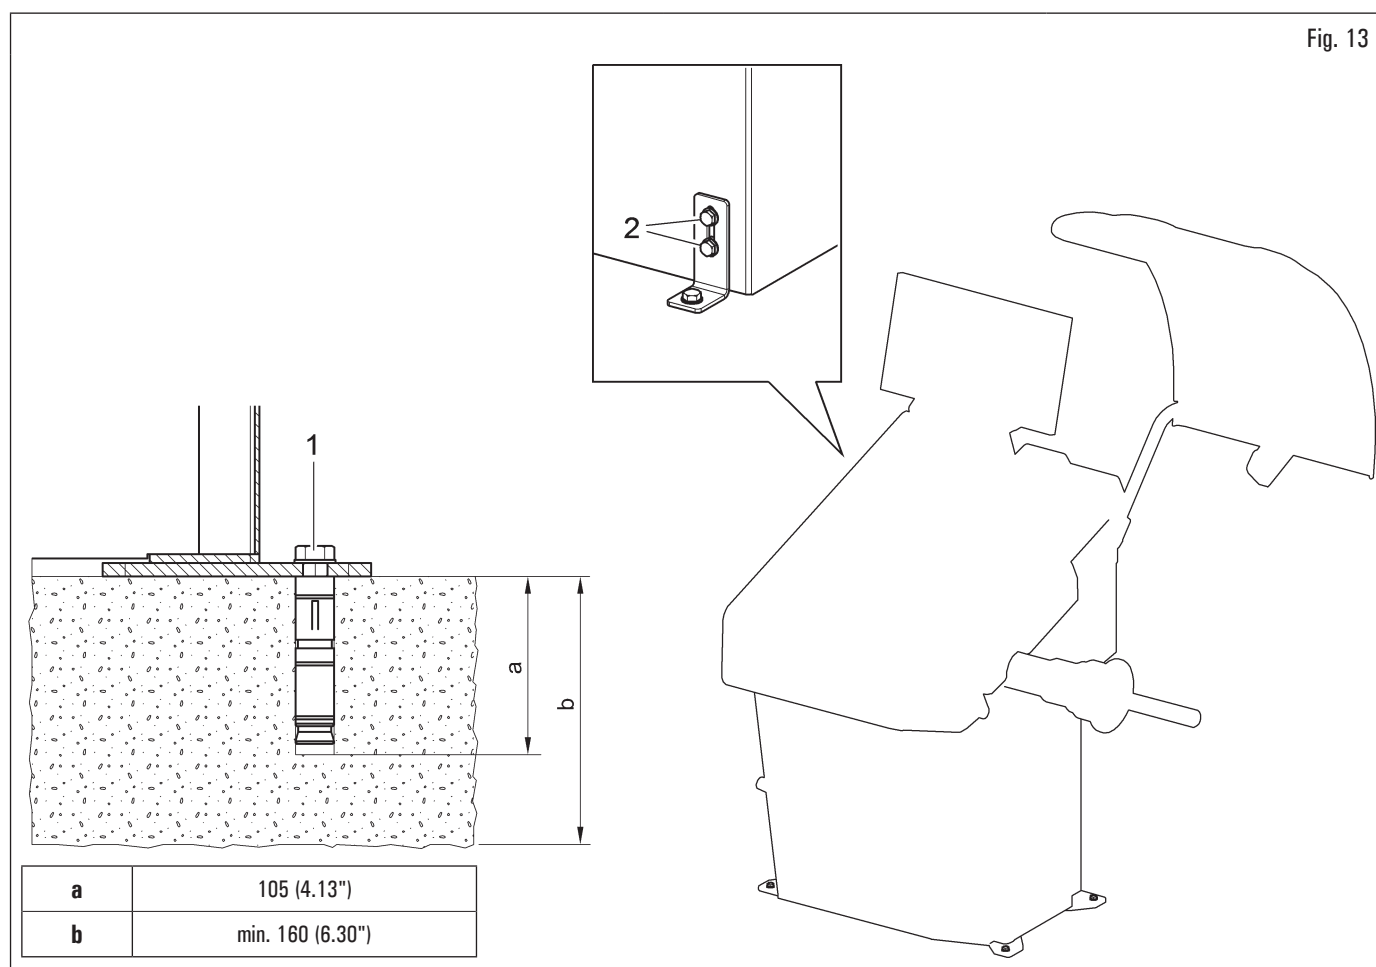

Fig. 13
Dopo aver verificato che l'equilibratrice sia correttamente livellata, serrare le viti (Fig. 13 rif. 2).
- Per il fissaggio dell'apparecchiatura a terra, utilizzare bulloni e perni di ancoraggio (Fig. 13 rif. 1) aventi un gambo filettato M8 (UNC 5/16) di tipo adatto al pavimento sul quale verrà fissata l'equilibratrice e in numero pari al numero dei fori di montaggio sul telaio di fondo;